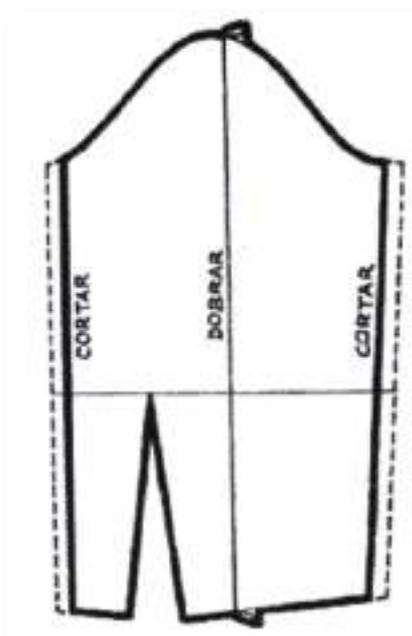

Figura 7
1. Diminuição acima de 5 cm - basta cortar o molde de cada lado, um quarto da medida, traçando linhas paralelas às costuras, e no meio da manga fazer uma prega com uma profundidade igual a metade da medida de diminuição. Por exemplo, se pretende reduzir a largura de embebição 6 cm, corte de cada lado 1,5 cm e faça a prega central do molde com 3 cm (Figura 7)